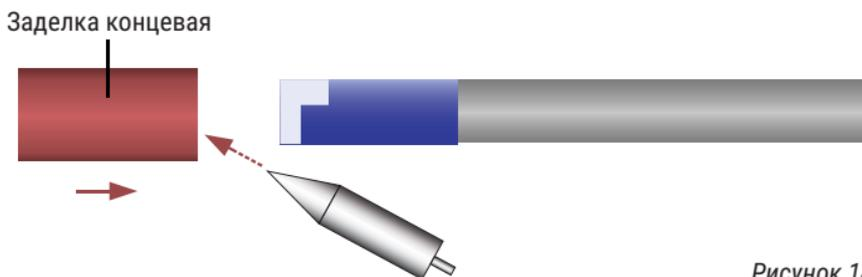

Рисунок 14
4.3. Заполнить концевую заделку клеем-герметиком и надвинуть её на кабель до упора (*Рисунок 14*).